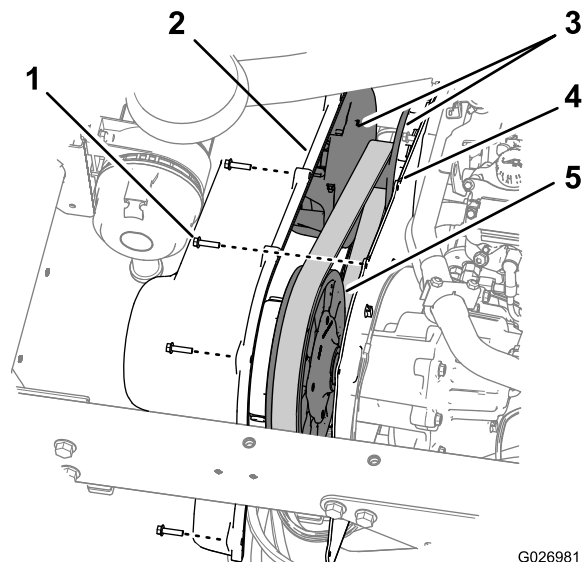

Figura 74
1. Rimuovete i 9 bulloni a rondella esagonale (1/4 x 1 poll.) che fissano il coperchio della trasmissione alla relativa piastra di montaggio (Figura 74).
5. Allineate i fori nel coperchio della trasmissione con i fori nella piastra di montaggio (Figura 74).
6. Fissate il coperchio alla piastra di montaggio (Figura 74) con i 9 bulloni a rondella esagonale (1/4 x 1 poll.) rimossi alla fase 1 e serrateli a 10,2–12,4 N m.